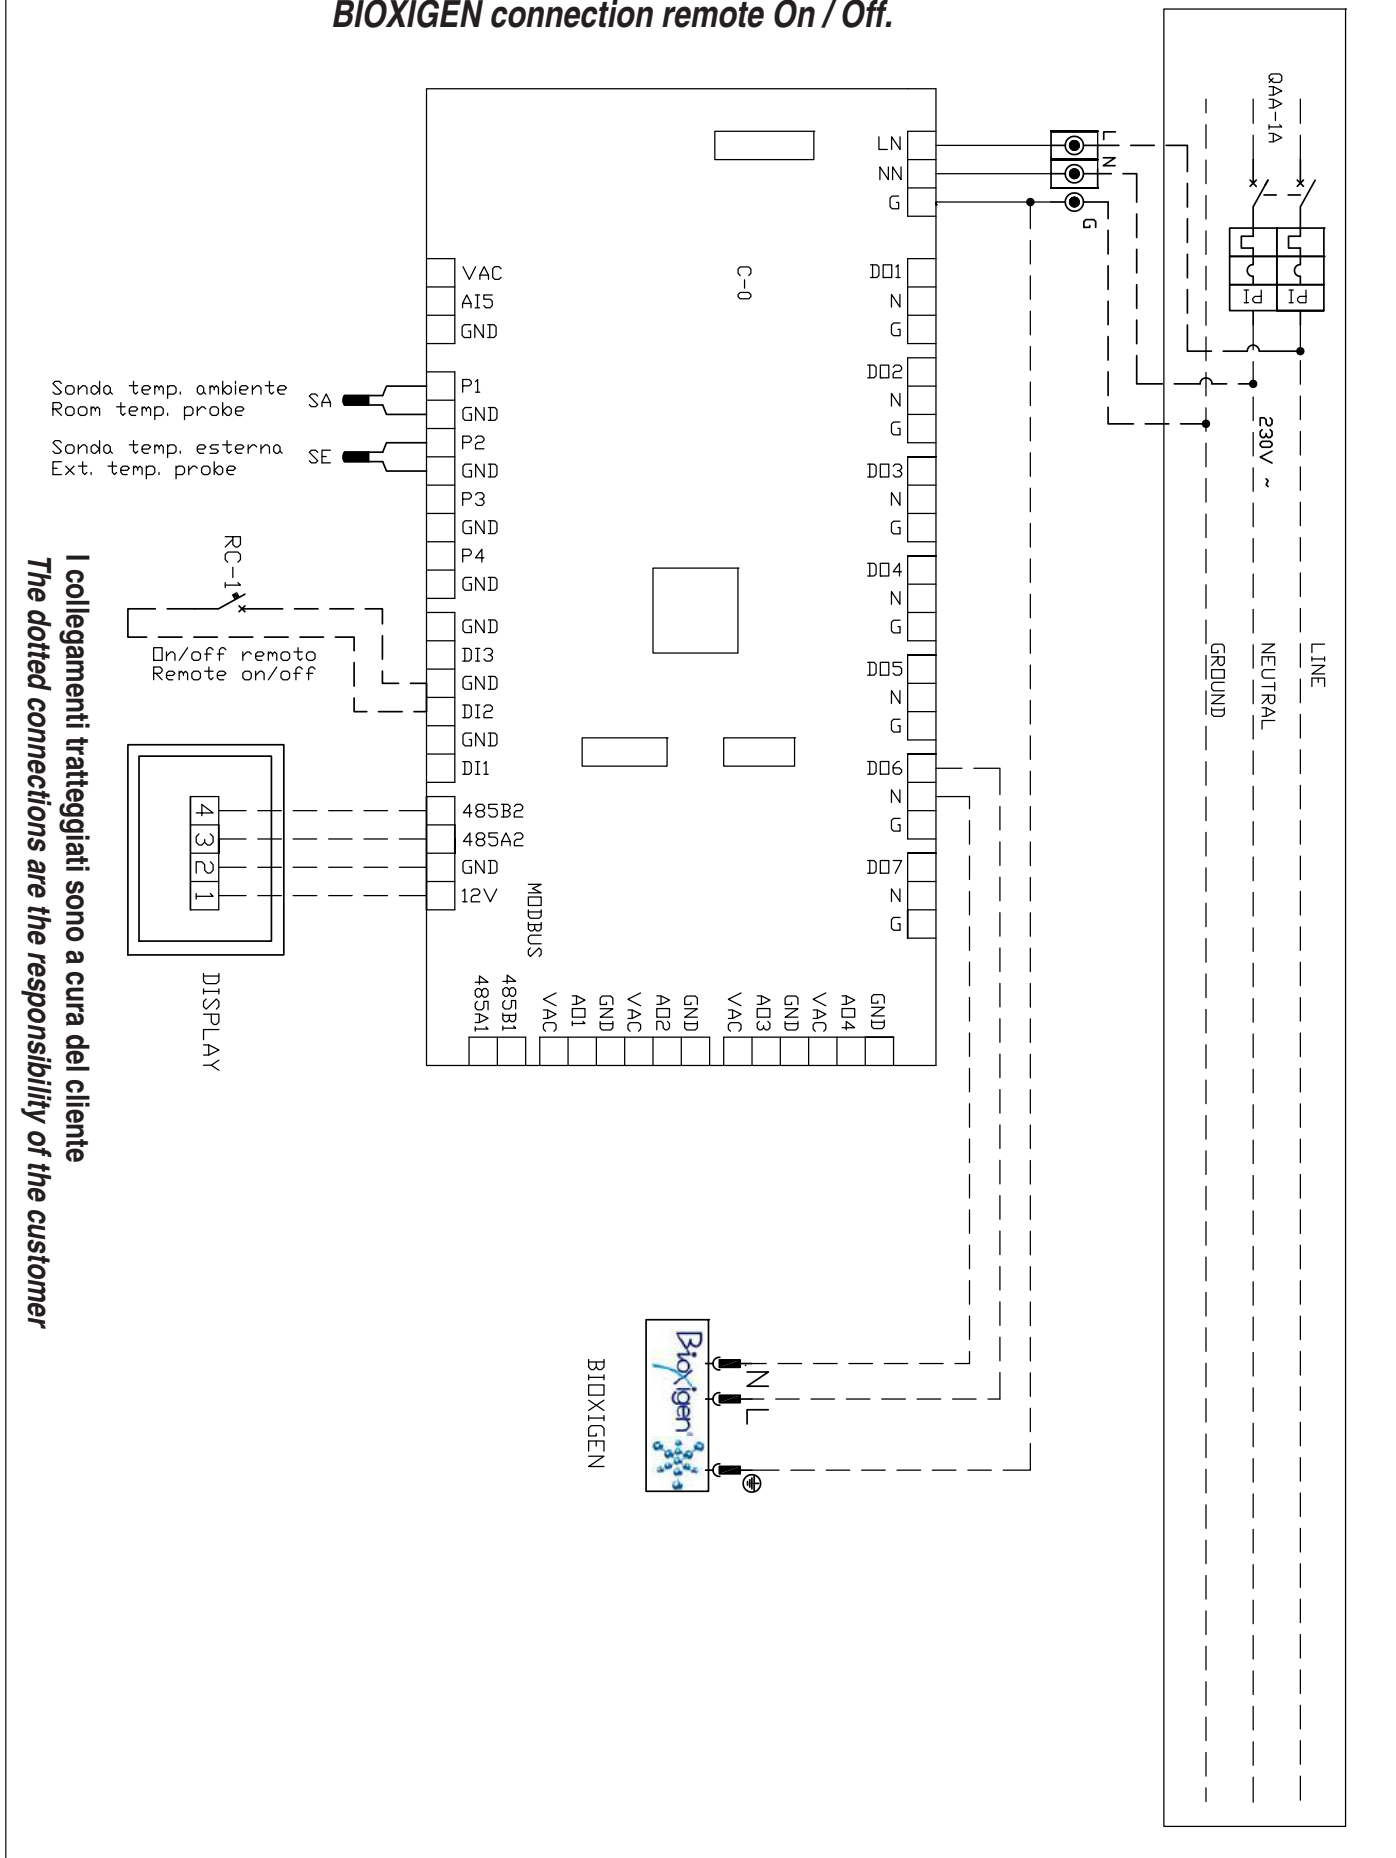

Fig. 11
**NOTA:** Nel caso si colleghi il BIOXIGEN tramite On/Off remoto, vedere lo schema (Fig. 11) a pag. 29.
**NOTE:** If the BIOXIGEN is connected remote On / Off, see the diagram (Fig. 11) on page 29.